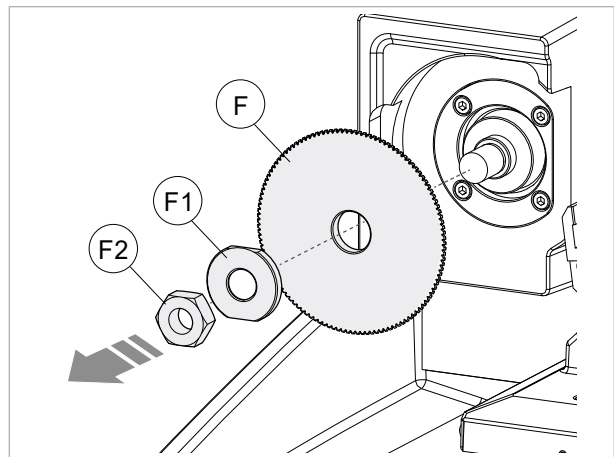

Bild 132
- 5) Die Mutter (F2), die sechseckige Scheibe (F1) und den Fräskopf (F) entfernen (Bild 132).
- 7) Den neuen Fräskopf (F) einsetzen und auf die richtige Drehrichtung achten..